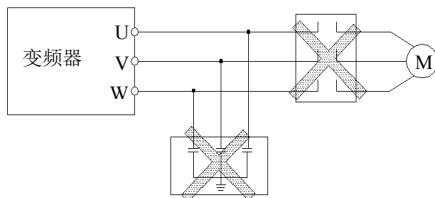

图 3-6 变频器与电机之间禁止使用接触器和吸收电容
- (1) 接线前，220V/380V 系列确保已完全切断电源 10 分钟以上，690V 系列需确保完全切断电源 20 分钟以上，否则有触电危险。
- (2) 严禁将电源线与变频器的输出端 U、V、W 连接。
- (3) 变频器本身机内存在漏电流，为保证安全，变频器和电机必须安全接地，接地线的要求请参见 3.4.1 章节第 8 条。
- (4) 变频器出厂前已通过耐压试验，用户不可再对变频器进行耐压试验。
- (5) 变频器与电机之间不可加装吸收电容或其它阻容吸收装置；变频器与电机之间不建议加装电磁接触器，如确需加装接触器等开关器件时，必须确保变频器在无输出时通断操作，如图 3-6。
- (6) 为提供输入侧过电流保护和停电维护的方便，变频器应通过空气开关、接触器与电源相连。
- (7) 控制信号的接线应选用多芯绞合线或屏蔽线，屏蔽层一端悬空另一端与变频器的接地端子相连，接线长度小于 20m。